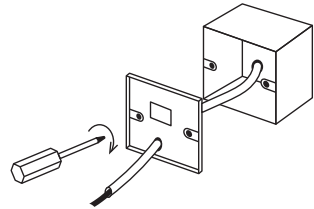

Рис. 3.
3. Как показано на рис. 3, закрепите винты 4×20 мм вместе с задней крышкой на коробке, затем пропустите подводящие провода через заднюю крышку.